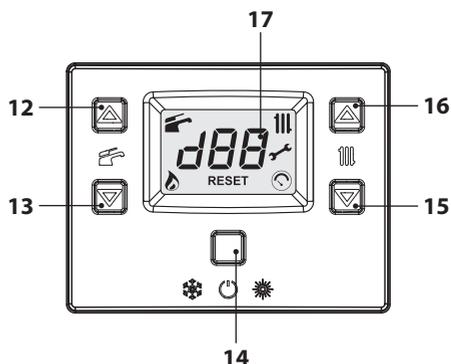
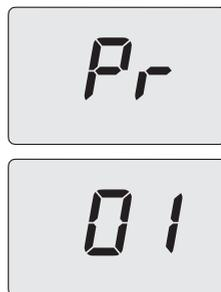

Figura 8.2
Figura 8.3
- Entrare in "modalità programmazione" premendo contemporaneamente per 10 secondi i tasti 14-15-16 (Figura 8.2) fino a far apparire sul display LCD le lettere **Pr** che si alternano al numero del parametro **01**, indicanti l'entrata nel "parametro 01" (Figura 8.3).
- Premendo il tasto 14 (Figura 8.2) si ottiene la conferma del valore inserito. Sul display appare per 3 sec. la scritta "Ok" (Figura 8.5), per poi visualizzare la lista dei parametri.
- Per uscire, premere il tasto 14 (Figura 8.2) e togliere alimentazione elettrica.